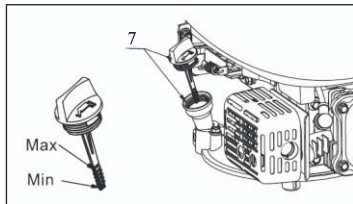

Fig. 7
2. Retire la tapa del filtro de aceite/varilla de nivel (7) y límpiela.
3. Inserte la tapa del filtro de aceite/varilla de nivel (7) en el cuello del filtro de aceite tal y como se muestra, pero no la atornille. A continuación, retírela para comprobar el nivel de aceite.
4. Si el nivel de aceite está cerca o por debajo de la marca del límite inferior de la varilla de nivel, retire la tapa del filtro de aceite/varilla de nivel (7) y rellene con el aceite recomendado hasta la marca del límite superior (borde inferior del orificio de llenado de aceite). No sobrellene.
5. Coloque de nuevo la tapa del filtro de aceite/varilla de nivel (7) (consulte la Fig. 7)